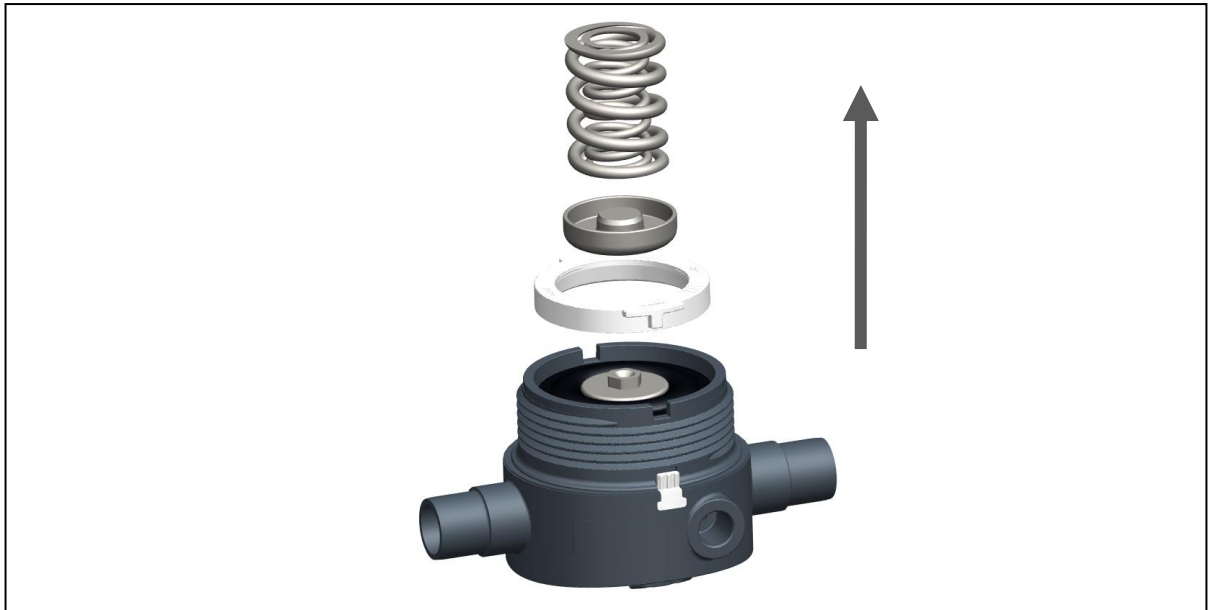

Abb. 8
- Druckstück, Federn und Haltering entnehmen, siehe Abb. 8